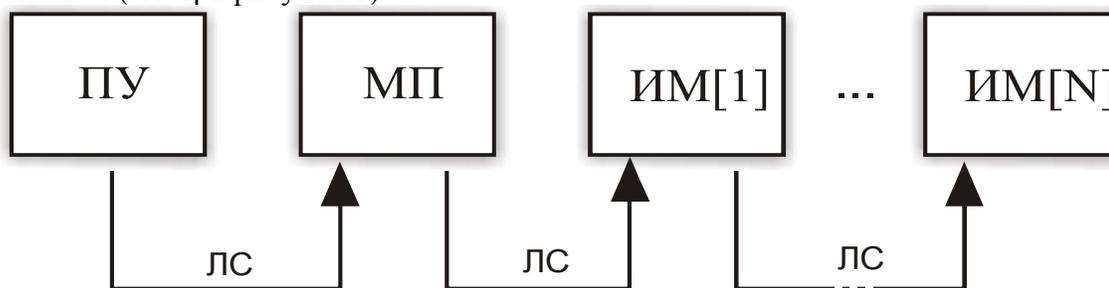

Рисунок 1. Структурная схема прибора
1) конструктивно объединенных в одном месте - в основном или в дополнительном корпусе типоразмера ЛБ4, позволяющем разместить до пяти модулей (один из которых МП, смотри рисунок 1 приложения Г) и один модуль СА, причем в этом же дополнительном корпусе ЛБ4 также возможно размещение и дополнительного ПУ, без изменения количества ИМ.
1.4.1 Прибор представляет собой комплект разнотипных модулей, информационно объединенных СПИ (смотри рисунок 1).
При монтаже прибора допускается произвольное размещение исполнительных модулей и модулей питания, кроме ПУ, который в монтажной цепи он должен быть первым (смотри рисунок 1).